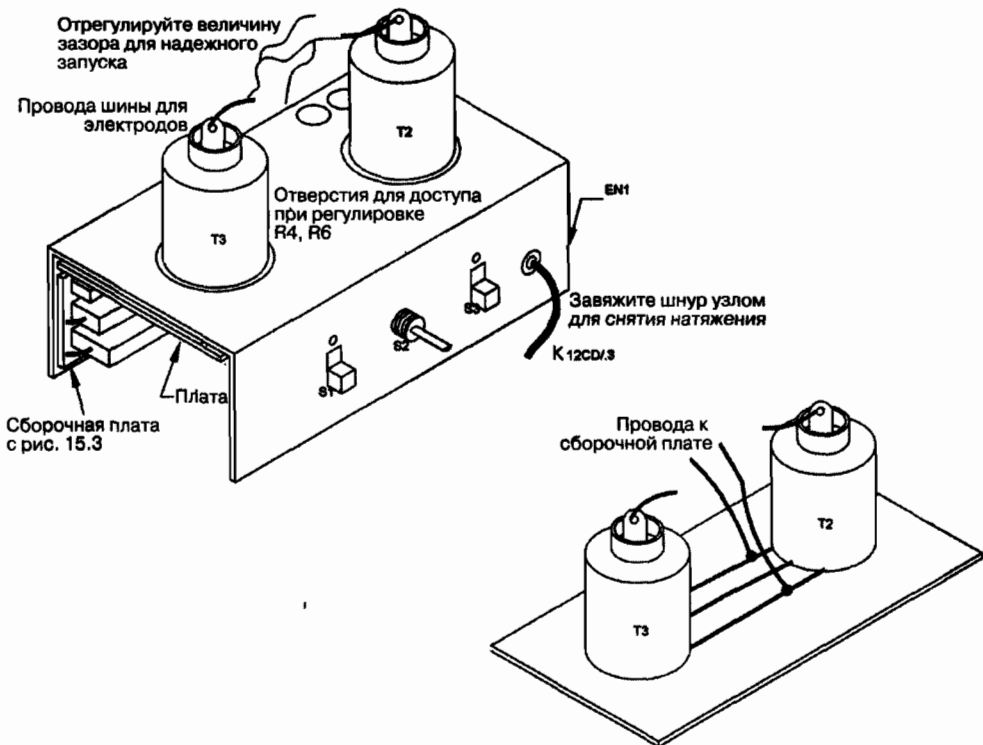

Рис. 15.4. Вид устройства после сборки в изометрии
1. Изготовьте корпус из куска пластика размером 15,88×13,34×0,15 см, как показано на рис. 15.4.